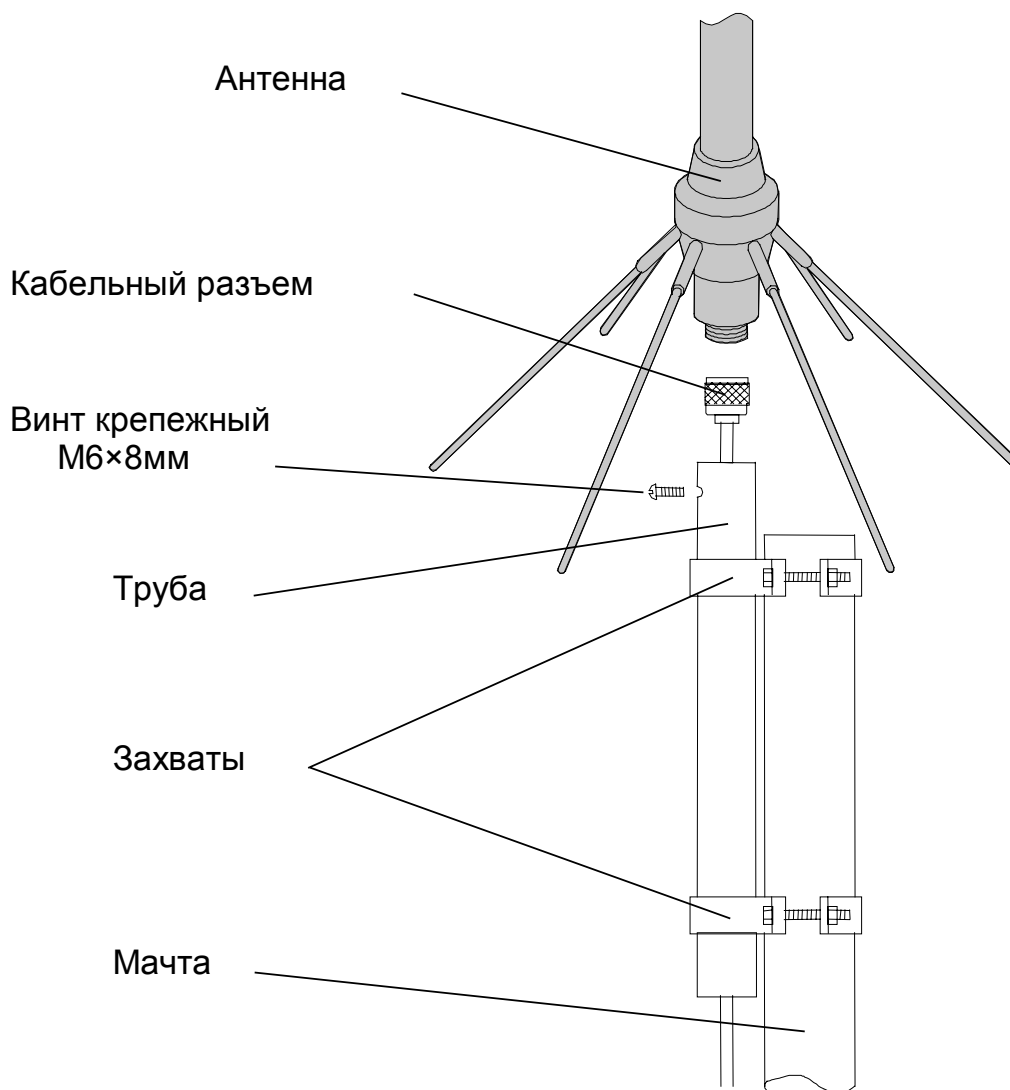

Рис. 6
- Правильное расположение захватов на трубе, а также правильное размещение трубы относительно мачты показано на рис. 6.
- Пропустите кабель через трубу и подключите к разъему антенны, надежно затянув гайку кабельного разъема (см. рис. 6).
- Вставьте антенну основанием в трубу и зафиксируйте с помощью крепежного винта M6x8мм (см. рис. 6).
- антенны и кабеля снижения (см. рис. 6);